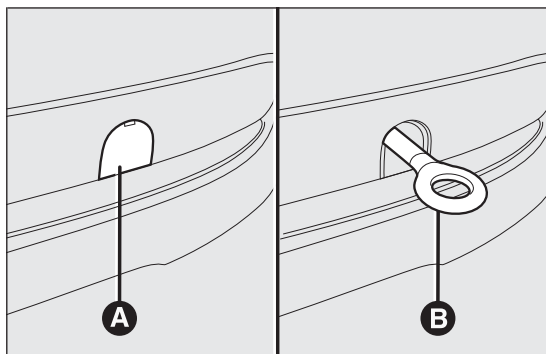

Abb. 132
- ☐ Den Abschleppring B Abb. 132 aus seinem Sitz in der Werkzeughalterung nehmen;